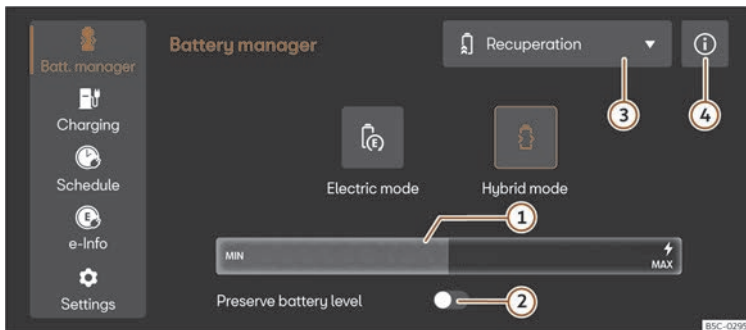

Fig. 122 În sistemul Infotainment: meniul Manager baterie
- Selectați **modul electric** sau **modul hibrid** în sistemul Infotainment. Mai multe informații despre modul de funcționare pot fi găsite în ① >>> **fig. 122** ④.
Explicație pentru >>> **fig. 122:**